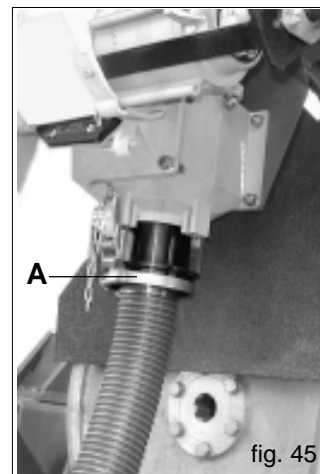

fig. 45
- b) Den Bogen unter dem Einspritzerkanal entfernen und das beige stellte Sammelrohr (A Abb. 45) in der gleichen Position anbringen; am anderen Rohrende einen Sammelbehälter aufstellen. Das Antriebsrad mit der Kurbel in Fahrtrichtung drehen.